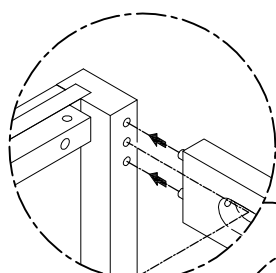

FIG.1 B
- C. En utilisant la Clé Allen #5 (S) visser les boulons Allen (K) comme indiqué sur la figure 1.